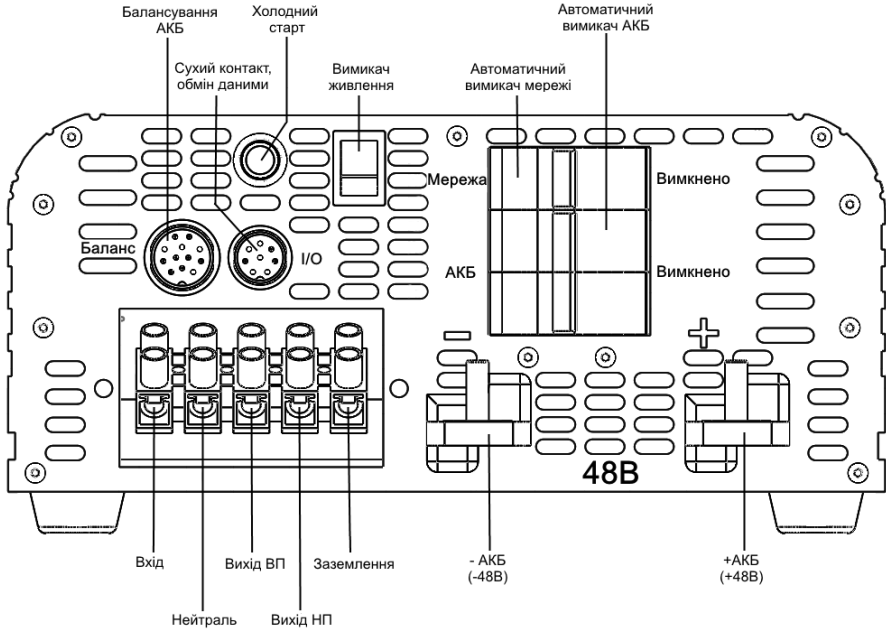

Рисунок 5. Призначення органів керування та елементів комутації UPS-4048.
4.2.4 ДБЖ включається між електричною мережею та споживачами. Призначення органів керування та елементів комутації показані на Рис.5